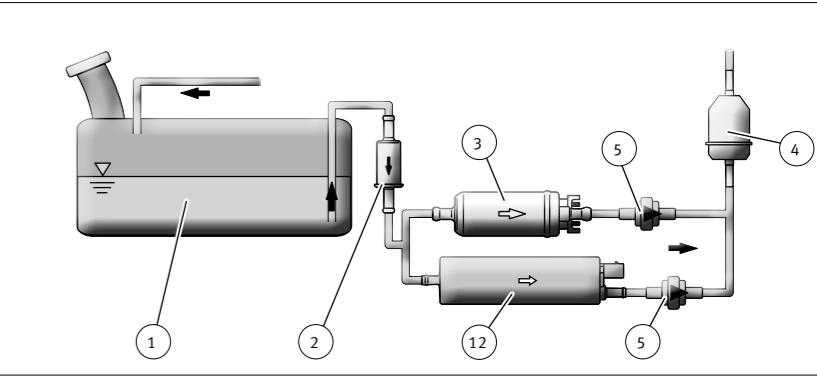

Abb. 4/Fig. 4/Puc. 4/图4
- Comme pompe additionnelle, en parallèle à une pompe à carburant existante (Fig. 4)
- L'E1F utilisée comme pompe additionnelle (3) doit être montée en parallèle avec la pompe à carburant existante (12) (voir Fig. 4). Un clapet anti-retour (5) doit être monté sur les deux conduites de carburant.
- В качестве дополнительного насоса, параллельно имеющемуся топливному насосу (рис. 4)